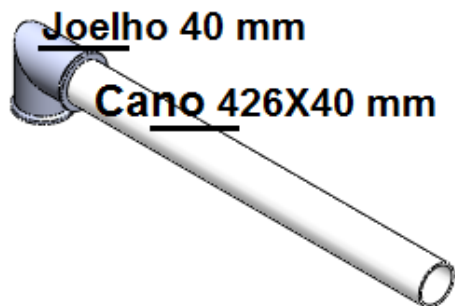

Figura 21. Montagem dos módulos – Módulo 4 – Passo 5
- Passo 5: Junte o cano de 426X40 mm na conexão “Joelho 40 mm”, como mostrado na figura 21 (1 unidade);